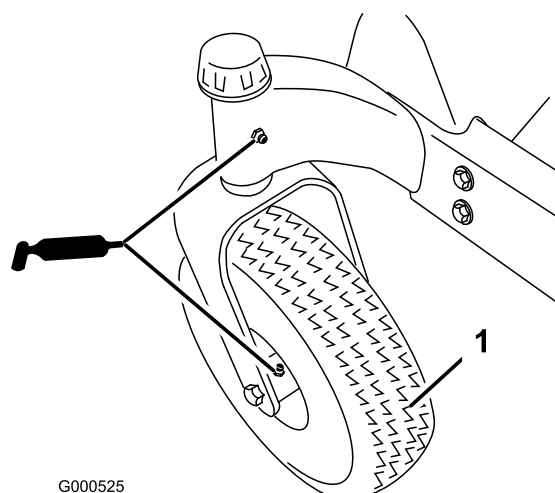
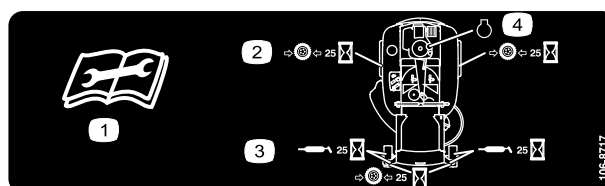

Figura 28
Figura 29
Engrase las ruedas giratorias delanteras y sus pivotes (Figura 28).
3. Limpie con un trapo los puntos de engrase (Figura 28) y (Figura 29). Asegúrese de rascar cualquier pintura que hubiera sobre los puntos de engrase.
4. Conecte una pistola de engrasar a cada punto de engrase (Figura 28 y Figura 29). Bombee grasa hasta que empiece a rezumar grasa de los cojinetes.